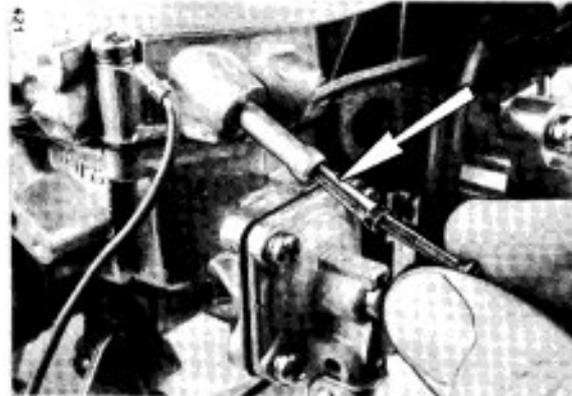

Bild 19
6. FILTER IM KRAFTSTOFFZULAUF (Bild 19)